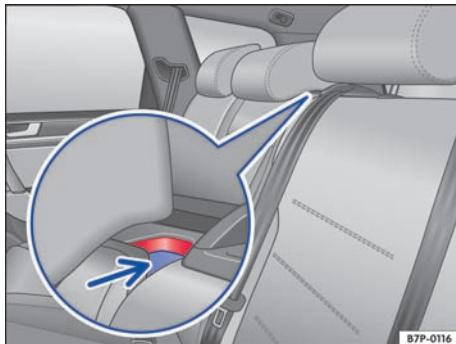

图 123 在后座椅靠背中: 按下的解锁按钮及红色标记
- 向后翻转后座椅靠背的中间部分（带直通装载系统），直到其卡止。解锁按钮上的红色标记 → 图 123 (箭头) 不得再可看到。